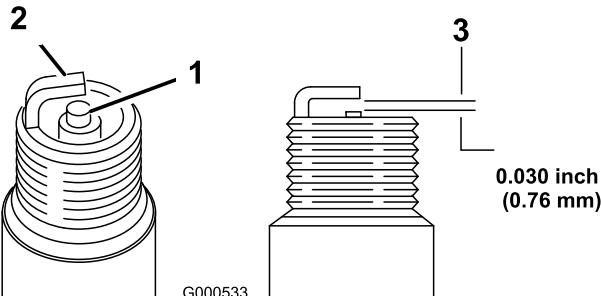

Figura 32
- Compruebe la separación entre los electrodos central y lateral (Figura 32). Si la distancia no es correcta, doble el electrodo lateral (Figura 32).
- Mire la parte central de la bujía (Figura 32). Si se observa un color gris o marrón claro en el aislante, el